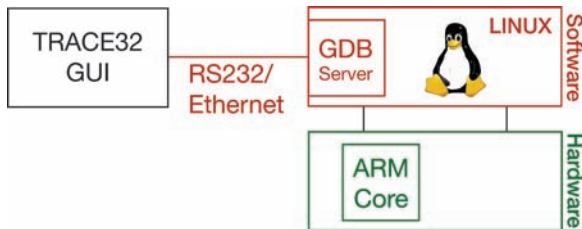

Bild 2: Beim Run Mode Debugging wird der ausgewählte Prozess angehalten, während das Gesamtsystem weiterläuft.
- eine Debugger-Software – hier TRACE32 – auf dem Host (siehe auch Bild 2)